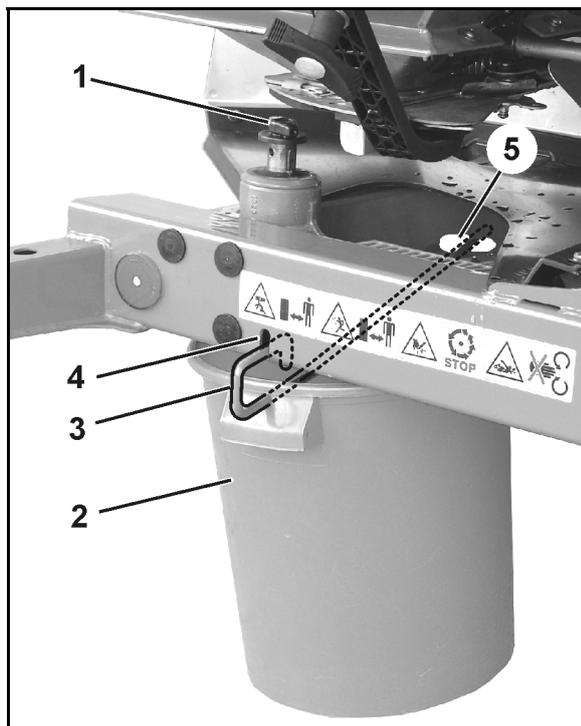

图 52
- 2.1 旋出固定撒肥盘的翼形螺栓 (图 52/1) 并从齿轮箱轴上拔下撒肥盘。
3. 在插口 (图 52/4 和图 52/5) 中用钩杆 (图 52/3) 将收集容器 (图 52/2) 挂在框架架上。